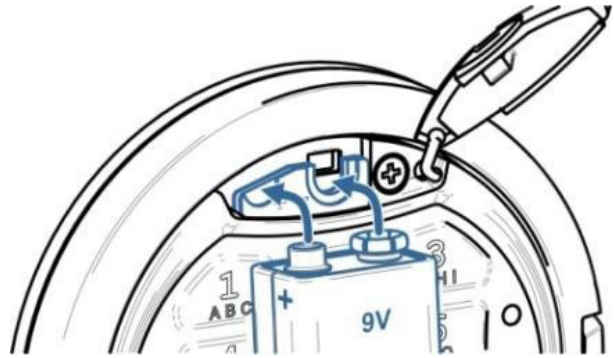

Fig. 7.3
- Appuyez sur la nouvelle batterie sur les broches d'alimentation de secours et fixez-la dans cette position (voir Fig.7.3)